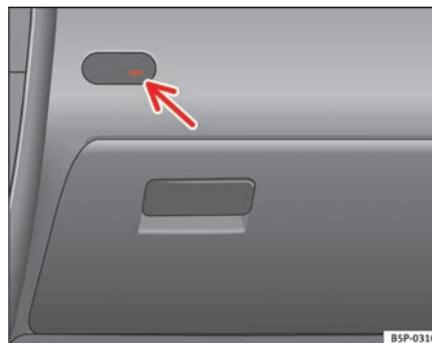

Fig. 27 Témoin de désactivation de l'airbag du passager
- Vérifiez si lorsque le contact d'allumage est mis, le témoin « OFF » du combiné ⇒ fig. 27 reste allumé ⇒ ⚠.
- Vérifiez si lorsque le contact d'allumage est mis, le témoin du combiné ⇒ page 46, fig. 27 ne s'allume pas ⇒ .